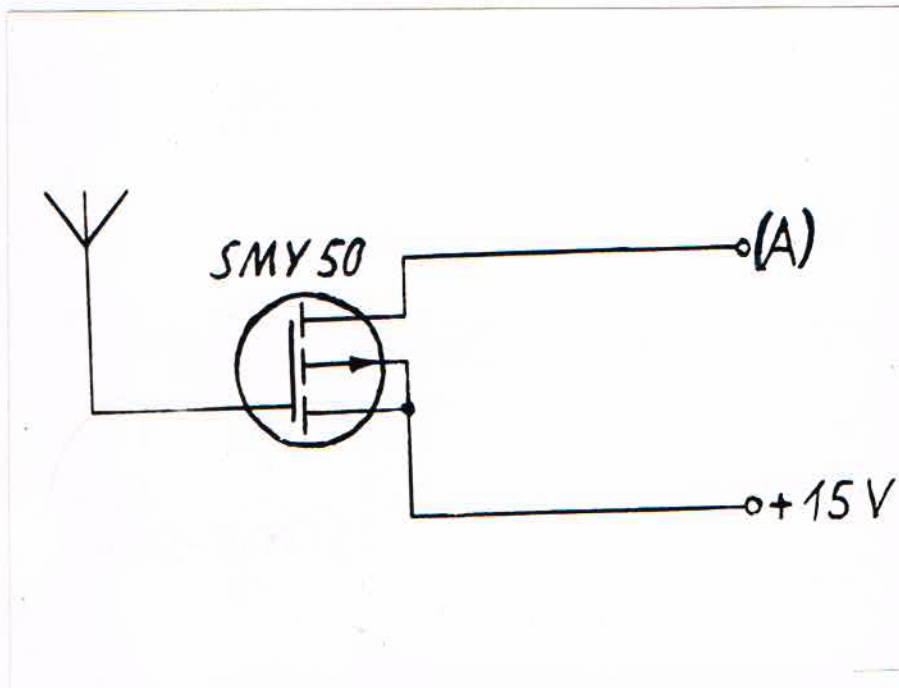

Bild 12. Schaltung eines MOSFET zum Nachweis elektrostatischer Felder
Die Schaltung wird nach Bild 12. aufgebaut. Es ist zweckmäßig, den MOSFET in 2 Transistorfassungen zu stecken. An das Gate wird ein etwa 10 cm langer isolierter Draht (Antenne) angeschlossen. Die zum Betreiben des MOSFET erforderliche Spannung wird aus der entsprechenden Ausgangsbuchse (14)
des internen Netzteile entnommen (s. Bild 12.). Auf die richtige Polung des MOSFET ist zu achten. Das Drain wird an die Meßbuchse (A) angeschlossen. Zum Schutz des MOSFET kann zwischen Drain und Meßbuchse (A) ein Widerstand in Reihe geschaltet werden.